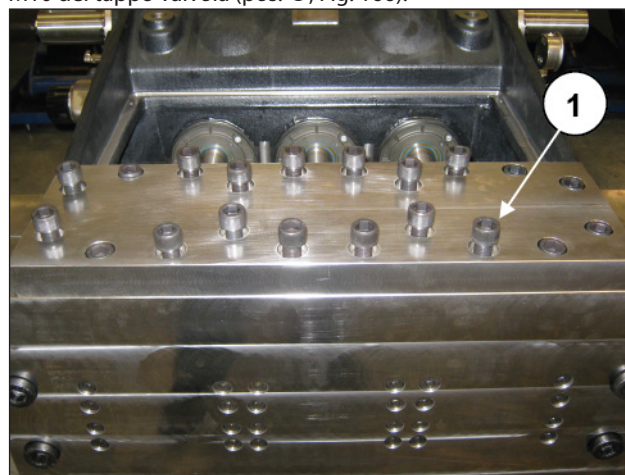
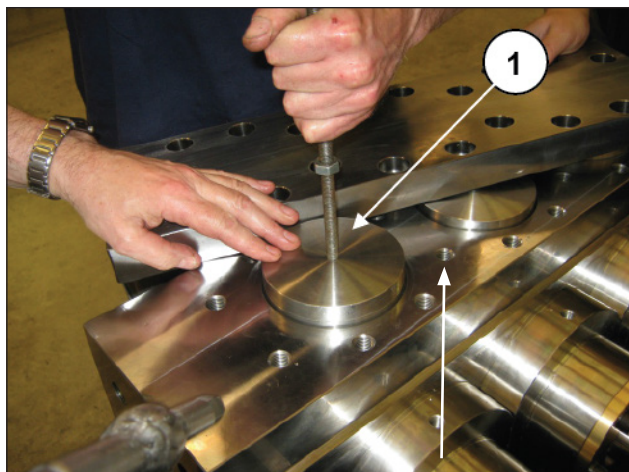

Fig. 165
Fig. 166
Svitare le viti M16 e rimuovere il coperchio valvole (pos. ①, Fig. 165). Successivamente estrarre i tappi valvola mediante l'utilizzo di un estrattore a massa battente da applicare al foro M10 del tappo valvola (pos. ①, Fig. 166).